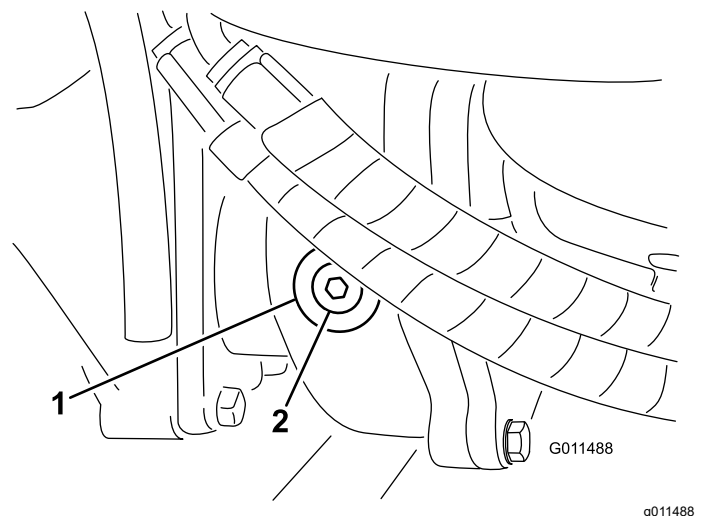

Figura 73
- Retire el tapón de verificación/llenado del lado izquierdo de la caja de engranajes y asegúrese de que el lubricante llega al borde inferior del orificio (Figura 73).